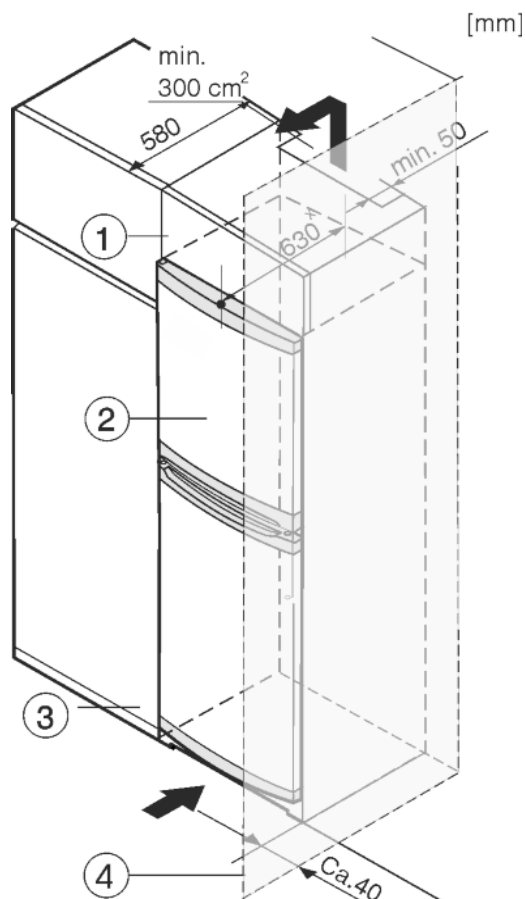

Fig. 8
- (1) Aufsatzschrank
- (2) Gerät
- (3) Küchenschrank
- (4) Wand
Das Gerät kann mit Küchenschränken umbaut werden. Um das Gerät *Fig. 8 (2)* der Küchenzeilenhöhe anzugleichen, kann über dem Gerät ein Aufsatzschrank *Fig. 8 (1)* angebracht werden.
Beim Umbau mit Küchenschränken (Tiefe max. 580 mm) kann das Gerät direkt neben dem Küchenschrank *Fig. 8 (3)* aufgestellt werden. Das Gerät steht seitlich 34 mm * und in der Gerätemitte 50 mm * gegenüber der Küchenschrankfront vor.
Wenn das Gerät mit den Scharnieren neben einer Wand *Fig. 8 (4)* aufgestellt wird, muss der Abstand zwischen Gerät und Wand mindestens 40 mm betragen. Dies entspricht dem Griffüberstand bei geöffneter Tür.